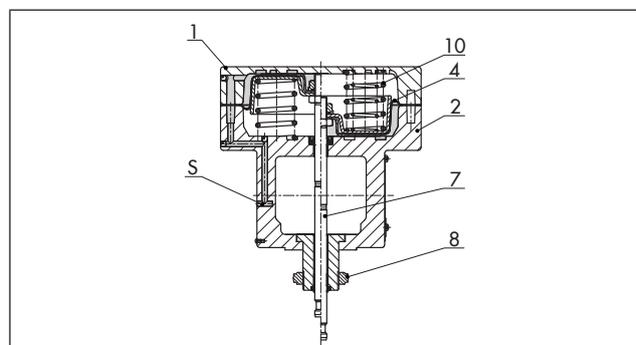

図. 8: タイプ 3277-5、付属品の直接接続に対応 (120 cm2)
- **タイプ 3277-5・操作部面積 120 cm2**、ダイキャストアルミハウジングで付属品の直接接続が可能 (図. 8)、オプションでハンドホイールを追加 (図. 5)